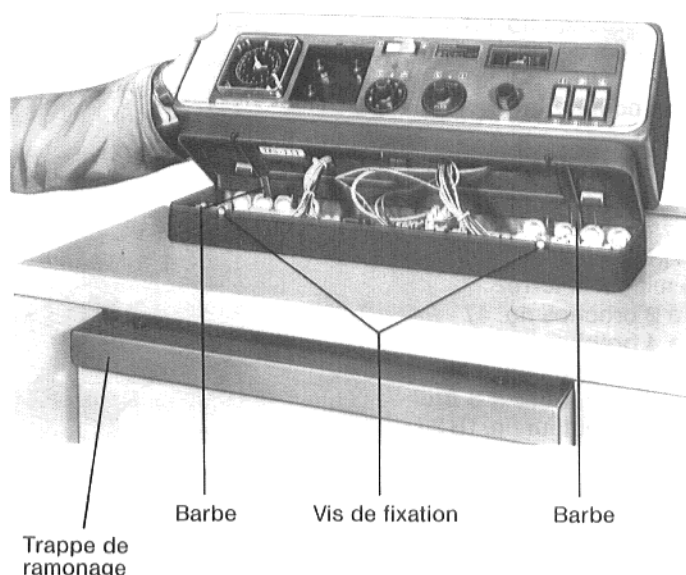
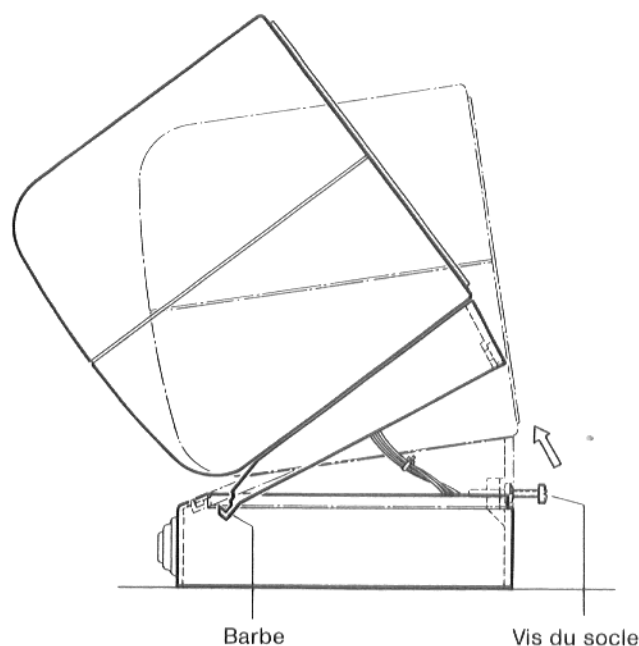

Fig. 16
Fig. 17
5.16 Insérer le dessus de tableau de commande (Fig. 17) à l'aide des barbes en biais par le bas dans l'encoche du socle du tableau de commande. Pousser le dessus du tableau de commande en avant vers le bas et boulonner les vis de fixation (Figs. 16 et 17).